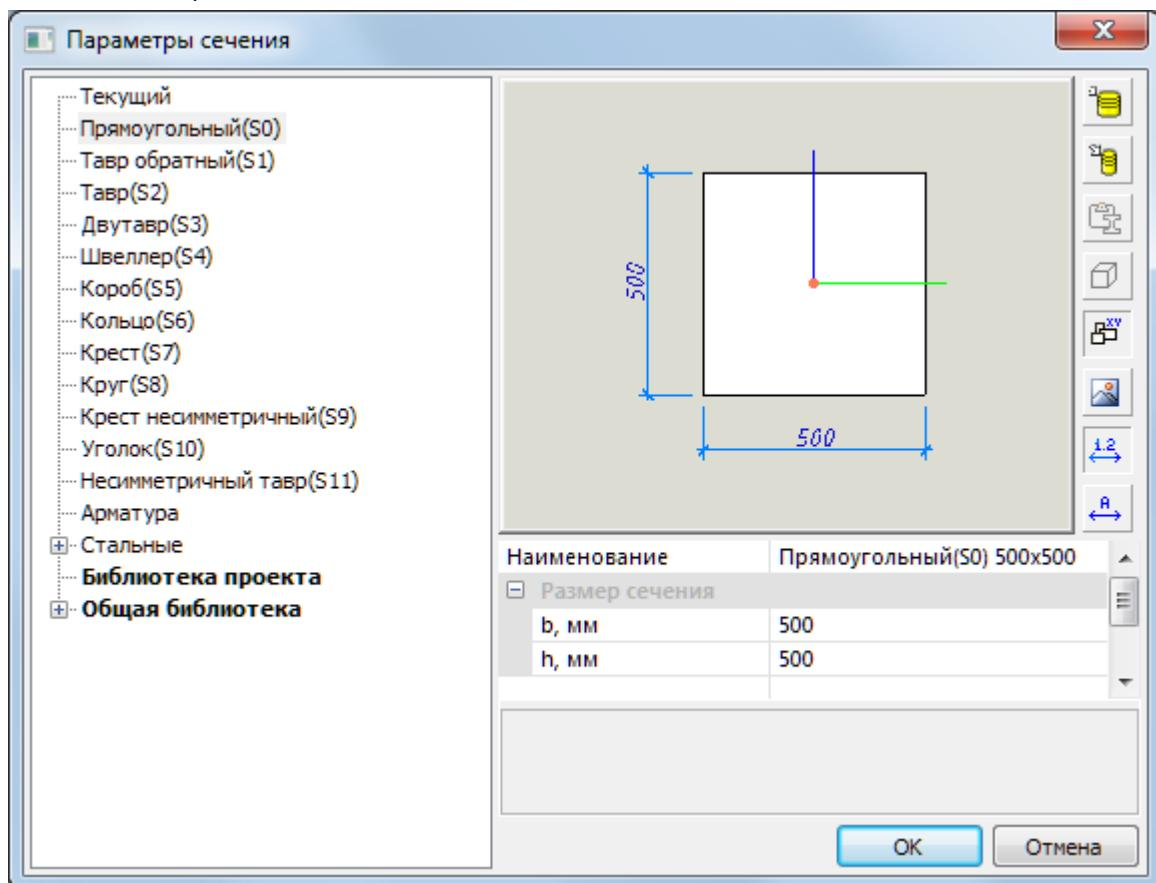

Рис.3.1. Диалоговое окно Параметры сечения
- Вызовите диалоговое окно **Параметры сечения** (рис.3.1) щелчком по кнопке  в строке свойств инструмента Колонна.